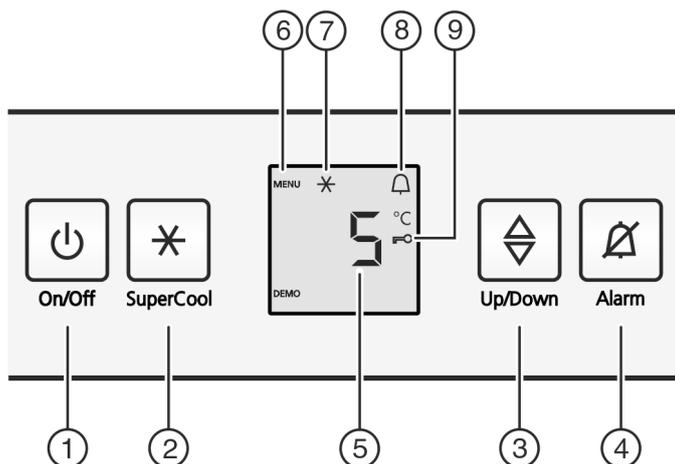

Fig. 2
- ▶ Taste On/Off Fig. 2 (1) drücken.
- ▶ Taste SuperCool Fig. 2 (2) ca. 5 Sekunden drücken.
- ▷ In der Anzeige wird das Symbol Menu Fig. 2 (6) angezeigt.
- ▶ Mit der Taste SuperCool Fig. 2 (2) kurz bestätigen.
- ▷ Das Symbol Kindersicherung Fig. 2 (9) leuchtet in der Anzeige.
- ▶ Die Taste On/Off Fig. 2 (1) kurz drücken.
- ▶ Taste Alarm Fig. 2 (4) drücken.
▶ Temperaturfunktion aufrufen: Die Einstelltaste Fig. 2 (3) drücken.
▶ Temperatur in 1 °C -Schritten ändern: Einstelltaste Fig. 2 (3) so oft drücken, bis die gewünschte Temperatur in der Temperaturanzeige leuchtet.